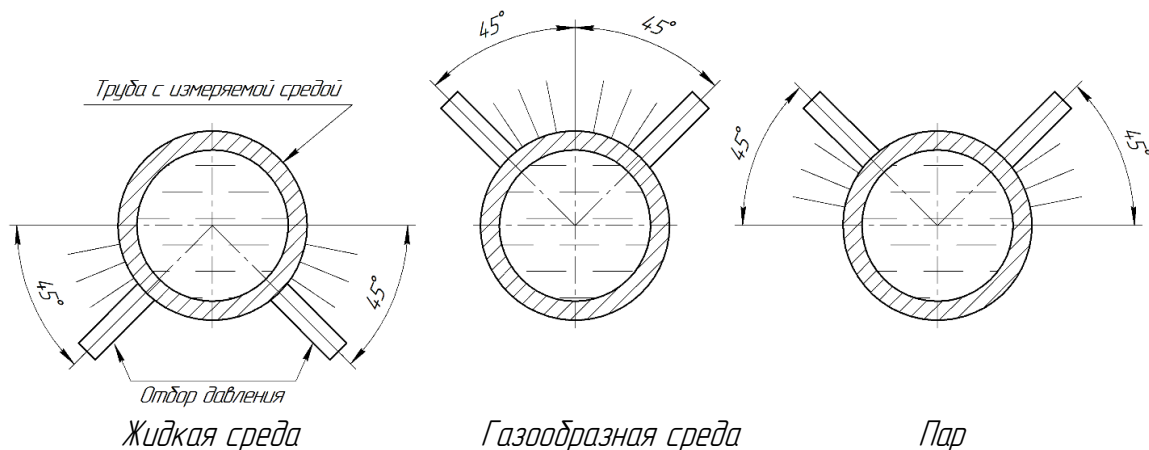

Рисунок 5 – Расположение патрубков отбора давления
- Рекомендованное расположение патрубков отбора давления (рисунок 5).